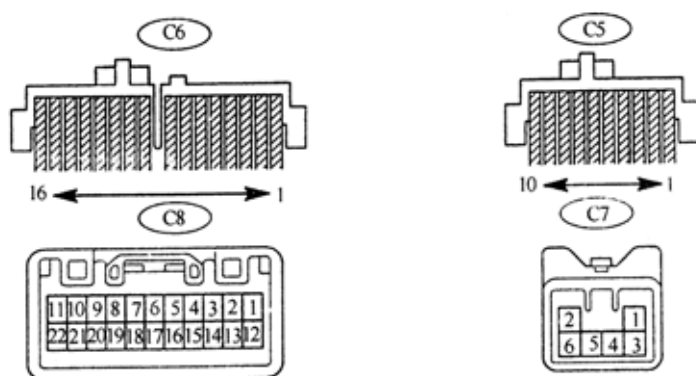

图 9-65
2) 数字仪表 ECU 端子, 如图 9-65、表 9-28 所示。